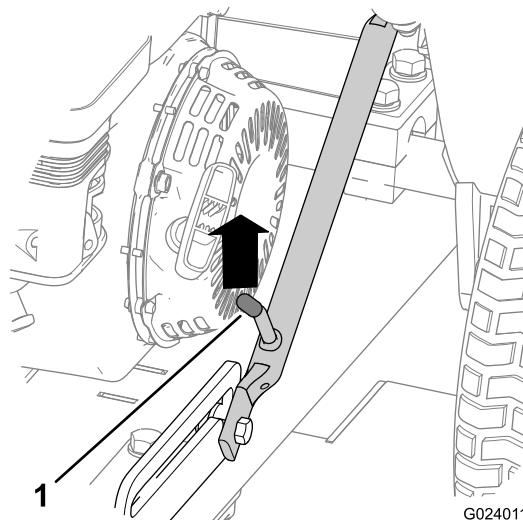

Bild 7
4. Drücken Sie die Anbauvorrichtung nach oben, bis der Sperrhebel aus der seitlichen Arretierung entriegelt ist (Bild 7).